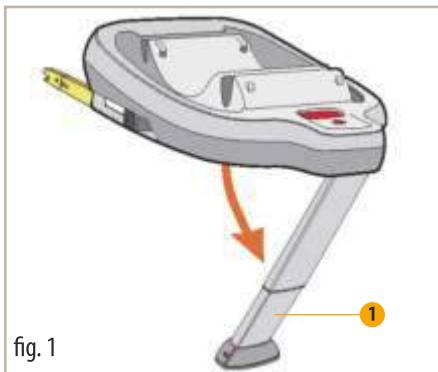
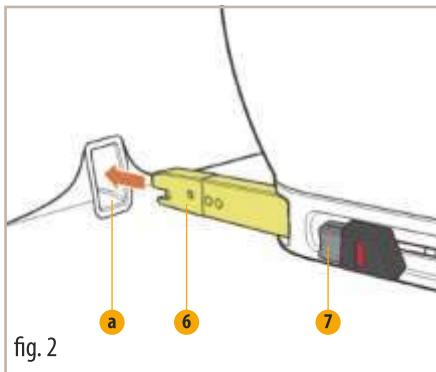
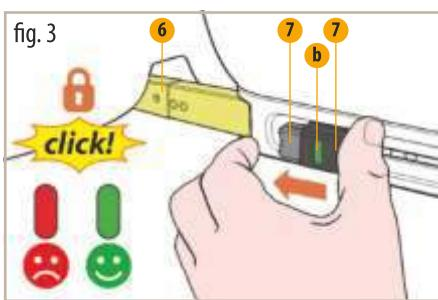

fig. 1
fig. 2
fig. 3
- Dra alltid ut stödbenet (1) tills det är upp till vertikalt läge (fig. 1).
- Lossa ISOFIX (7) kontaktlåset. Båda klämmorna kan justeras oberoende av varandra.
- Tryck på båda knapparna (7) samtidigt och ta bort ISOFIX-kontakterna från basen till gränslägesbrytaren (fig. 2). ISOFIX (6)-anslutningarna måste stanna i ISOFIX-förankringspunkterna (A) på bilbarnstolen med ett hörbart klick (fig. 3).
- Se till att basen förblir stadigt på plats genom att försöka dra ut den från ISOFIX-anslutningsguiderna. Den GRÖNA säkerhetsindikatorn (B) måste vara väl synlig på båda ISOFIX-frigöringsknapparna (fig. 3).